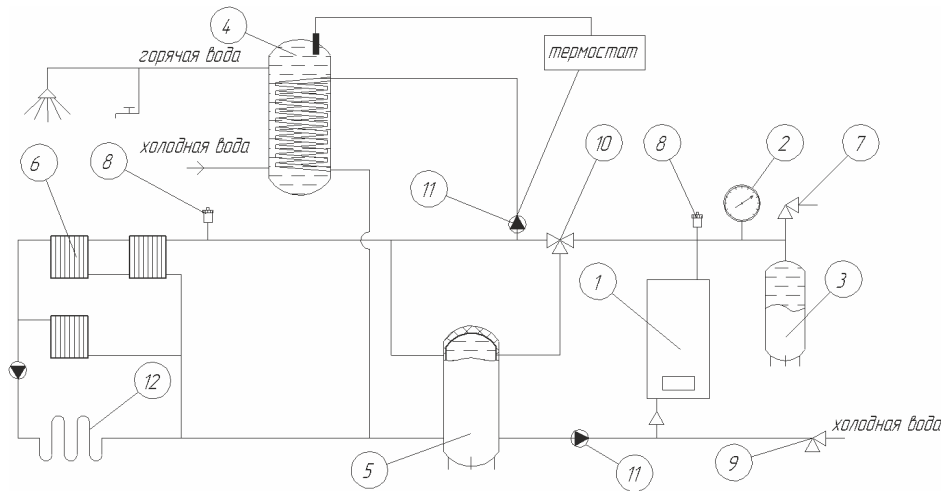

Рисунок 5. Возможная схема системы отопления и ГВС.
6.1.7 Система отопления должна быть спроектирована и смонтирована так, чтобы обеспечить удобство в монтаже и обслуживании прибора и позволять полное осушение системы для проведения ремонтных и монтажных работ. После монтажа тщательно промойте систему водой. Затем произведите полный дренаж системы, чтобы удалить все загрязнения, которые могли в ней остаться. Возможная система отопления изображена на рис. 5.
6.1.8 Система отопления в обязательном порядке должна содержать компенсатор объемного расширения (3) рис.5. Если в качестве теплоносителя использована вода, то суммарный объем экспанзоматов должен составлять не менее 10% от общего её объема в системе. При использовании незамерзающего теплоносителя объем компенсатора объемного расширения рассчитывается в соответствии с эксплуатационными документами на теплоноситель.
6.1.9 В системе должен быть установлен предохранительный клапан (7) рис. 5, рассчитанный на давление 0,3 МПа. Устанавливать запорно-регулирующую арматуру между теплообменной емкостью и предохранительным клапаном запрещается!
6.1.10 В верхних точках поднимающихся от выходного патрубка прибора участков трубопровода системы, а также над другими возможными участками системы должен быть установлен автоматический воздухоотводчик (8) рис. 5. Он необходим для удаления газов из системы и исключает возможность работы ТЭНов при отсутствии теплоносителя в теплообменной емкости.